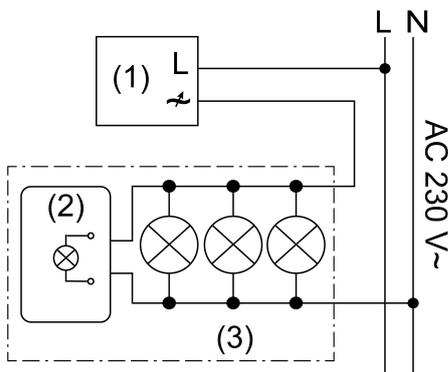
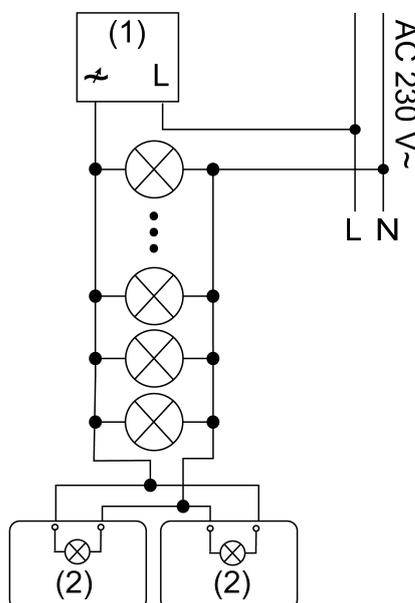

Bild 1: Anschlussbeispiel im Leuchtengehäuse
Bild 2: Anschlussbeispiel mit zwei Modulen
- (1) Dimmer im Phasenabschnitt-Betrieb
- (2) Modul
- (3) Leuchte mit HV-LED-Lampe
- Modul parallel zur HV-LED-Lampe an Neutralleiter und gedimmte Phase anschließen, (Bild 1) Anschlussbeispiel im Leuchtengehäuse, (Bild 2) Anschlussbeispiel mit zwei Modulen.